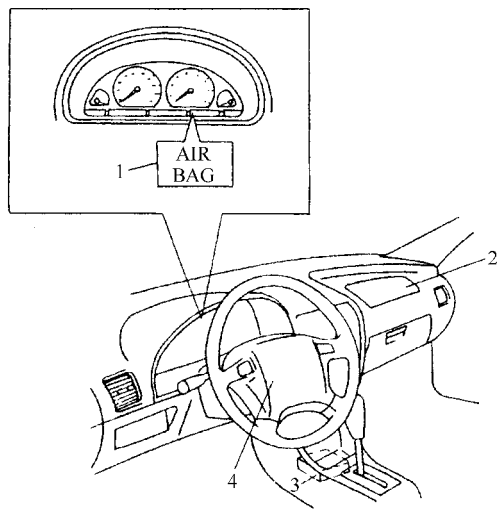

图 4-34 SRS 指示灯位置
3)根据仪表板 SRS 指示灯的闪亮情况读取故障码如图 4-34 所示。